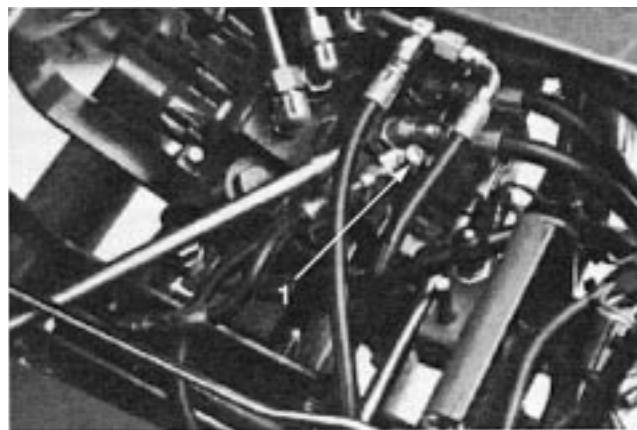

図 48
1. 座席を上げ、メイン・コントロール・バルブについているフロー・コントロール・バルブを露出させる(図48)。